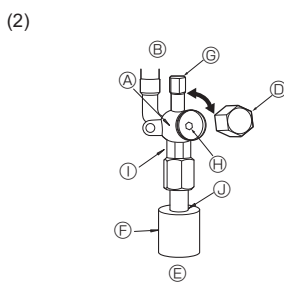

Fig. 4-7
- Lato liquido di ZRP100-140 e lato del gas/liquido di ZRP35-71 (Fig. 4-7)